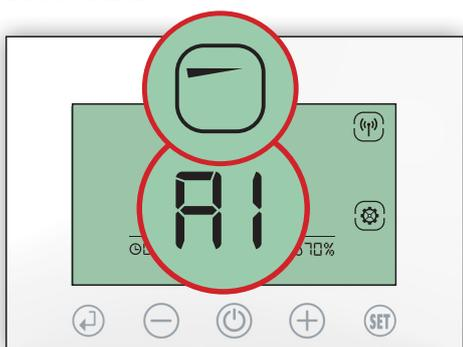

Fig. 38
2.1 **A1**: Premere  per impostare l'apertura alla posizione A1 (33%), apparirà l'icona  premere  per confermare e uscire dall'impostazione (Fig.38).